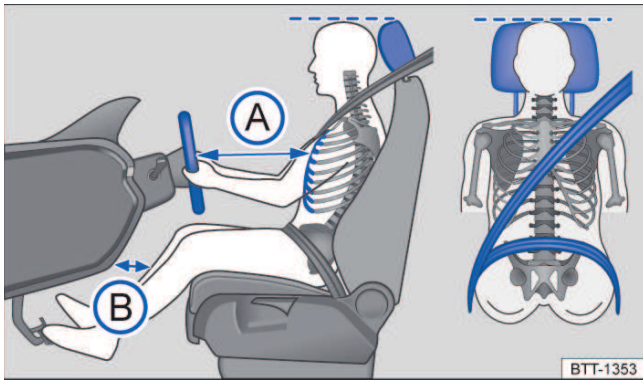

Fig. 24 Distância correta do condutor em relação ao volante, posição correta do cadarço do cinto de segurança e ajuste correto do apoio para cabeça.
- Ajustar o banco de modo que a distância entre o volante e o tórax tenha no mínimo 25 cm → Fig. 24 (A) e que o condutor possa segurar o volante pela borda externa com as duas mãos e os braços ligeiramente dobrados.
- Ajustar o banco do condutor na direção longitudinal de modo que os pedais possam ser acionados com as pernas ligeiramente arqueadas e a distância para o painel de instrumentos na área do joelho seja de, no mínimo, 10 cm → Fig. 24 (B).
- Para os bancos com apoio para cabeça: ajustar o apoio para cabeça de modo que a sua borda superior se encontre preferencialmente na mesma linha da parte superior da cabeça → Fig. 24 – porém não abaixo da altura dos olhos. Posicionar a parte posterior da cabeça o mais perto possível do apoio para cabeça.